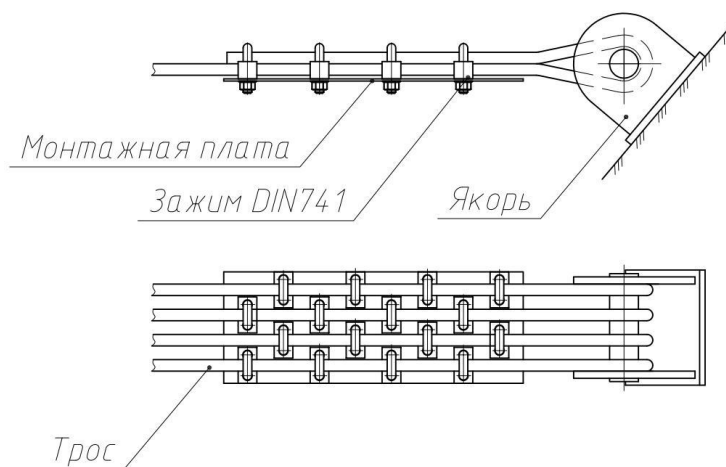

Рисунок 5.3
4.1.12 Свободные концы тросов, выходящие из стрелы, проложить до якоря (рис. 5.2) и закрепить за якорь при помощи зажимов DIN741 и монтажной платы, входящей в комплект поставки (рис. 5.3). Для каждого троса использовать по четыре зажима. Свободные концы тросов допускается подрезать.